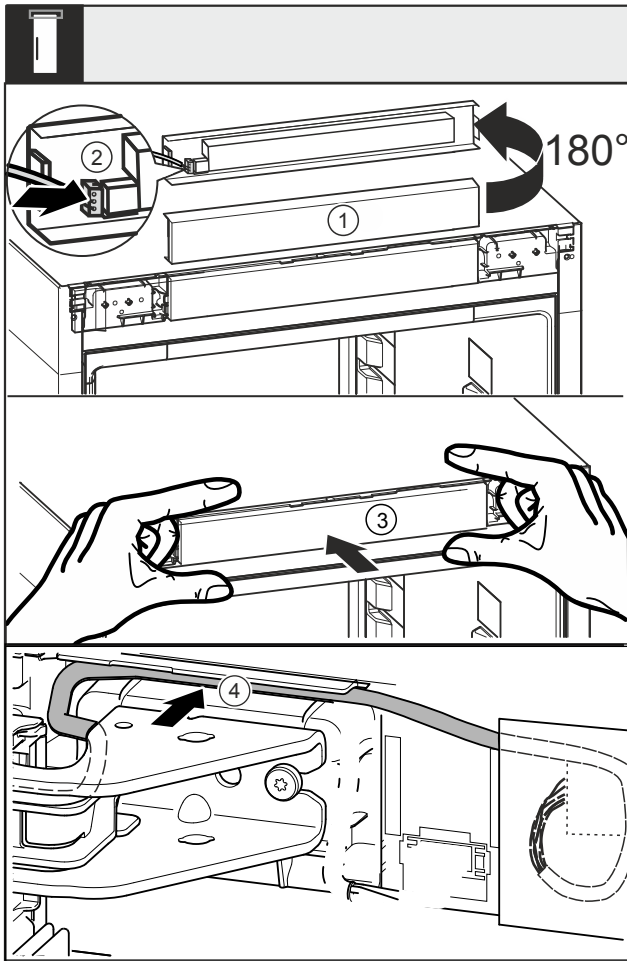

Fig. 46
- Paneel Fig. 46 (1) 180° naar boven draaien.
- Stekker Fig. 46 (2) op het bedieningspaneel vastklikken.
- Paneel Fig. 46 (3) weer op het apparaat vastklikken.
- Kabel voorzichtig in de geleiding Fig. 46 (4) boven het bovenste lagerbok leggen.